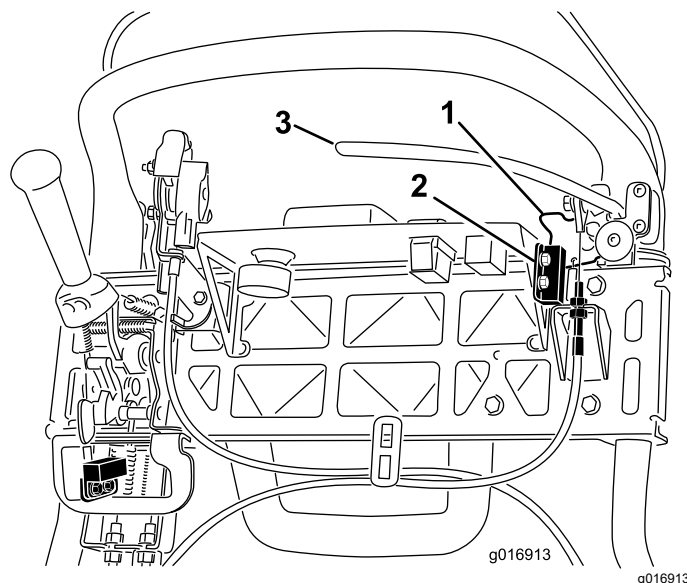

Рисунок 38
- Ослабьте и снимите крепежные детали блокировочного выключателя (**Рисунок 38**).
- Установите регулировочную прокладку толщиной 1,6 мм между фиксатором стояночного тормоза и блокировочным выключателем (**Рисунок 38**).
4. Для увеличения натяжения троса ослабляйте верхнюю контргайку троса и затягивайте нижнюю контргайку троса (Рисунок 38) до тех пор, пока усилие на рукоятке рычага тормоза, требуемое для отпускания фиксатора стояночного тормоза, не составит 156 Н.